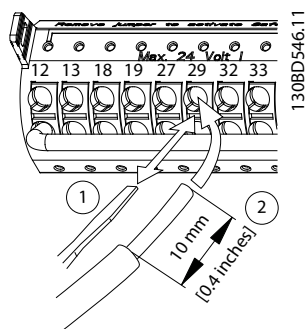

图 5.20 连接软质控制线缆
- 对于软质线缆，将一把小螺丝刀插入端子孔之间的插槽中，向上轻推螺丝刀以打开触点。请参阅图 5.20。然后，将剥去外皮的线缆插入到触点中并取出螺丝刀。